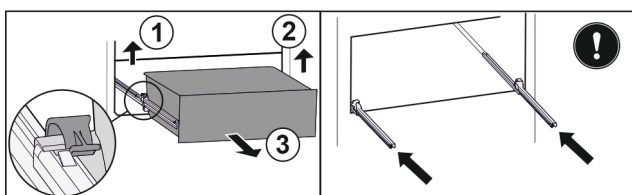

Fig. 138
- ▶ Приподнимите левый зажим и одновременно вытяните движением вперед выдвижной ящик слева. Fig. 138 (1)
- ▶ Приподнимите правый зажим и одновременно вытяните движением вперед выдвижной ящик справа. Fig. 138 (2)
- ▶ Извлеките выдвижной ящик движением вперед. Fig. 138 (3)